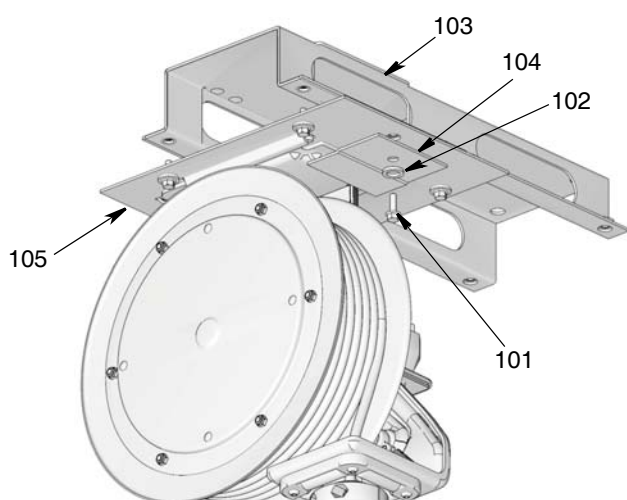

ABB. 8
2. Die Schiene (ABB. 8 - 103) verwenden, um die Position der Befestigungslöcher vor dem Bohren darzulegen.
4. Schiene (103) und Sockelplatte (105) laut ABB. 8 installieren.
5. Kabelaufroller auf Sockel (105) des Aufrollers schieben und Halteplatte (104), Unterlegscheibe (102) und Schraube (101) installieren. Schraube gut festziehen (ABB. 8). **Sicherstellen, dass eine gute Befestigung vorliegt, bevor der Gabelstapler abgesenkt wird.**
3. (ABB. 8, Seite 11): Kabelaufroller auf Sockel (105) des Aufrollers schieben und Halteplatte (104), Unterlegscheibe (102) und Schraube (101) installieren. Schraube festziehen.